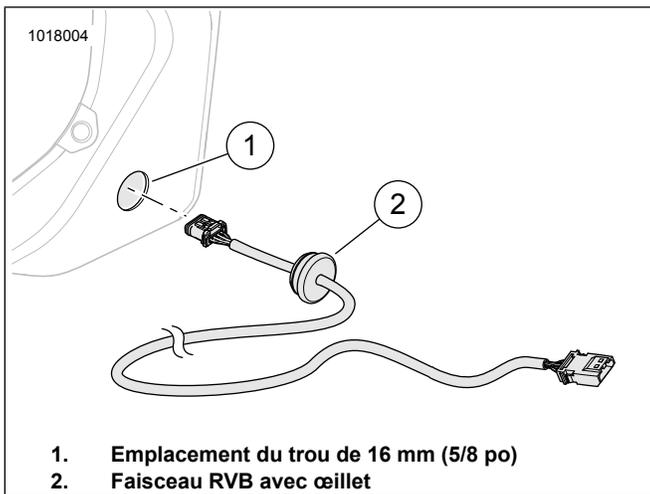

Figure 24. Installation du faisceau RVB
Voir la figure 24. De l'intérieur de la nacelle du haut-parleur, introduire l'extrémité mâle du faisceau avec l'œillet (2). Insérer l'œillet dans le trou de 16 po (5/8 po) (1) en faisant passer en premier le côté biseauté de l'œillet dans le trou. L'extérieur de l'œillet correctement installé devrait se placer contre l'extérieur de la nacelle de haut-parleur. Appuyer autour du périmètre de l'œillet pour le mettre en place.